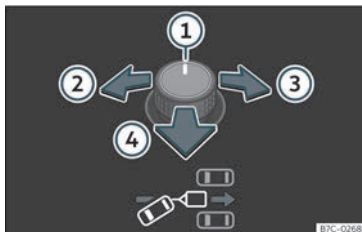
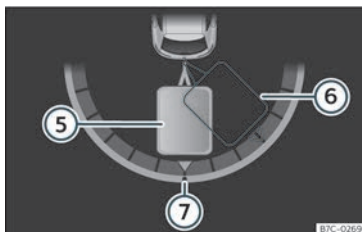

Fig. 188 Comando giratório dos retrovisores exteriores: ajustar o ângulo do reboque.
Fig. 189 Ecrã do painel de instrumentos: fazer marcha-atrás.
Legenda da **Fig. 188**, » **Fig. 189** :
- Rode o comando giratório até atingir a direção desejada »» **Fig. 188** . No ecrã do painel de instrumentos aparece, a modo de orientação, uma representação do conjunto veículo trator e reboque na posição atual »» **Fig. 189** .